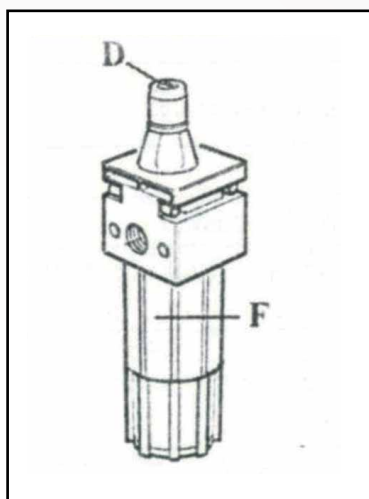

Рисунок 23
1. По возможности каждую неделю, но не реже одного раза в месяц, смазывайте направляющие ползунов зажимных кулачков, а также очищайте от загрязнений поворотный стол дизельным топливом. Регулярно проверяйте уровень масла в маслораспылителе. При необходимости доливайте масло, открутив стакан маслораспылителя F (рисунок 23).
2. Капля масла должна падать в прозрачный стакан маслораспылителя при каждом третьем или четвертом нажатии на педаль (11). В противном случае, отрегулируйте с помощью отвертки установочный винт D маслораспылителя (рисунок 23).